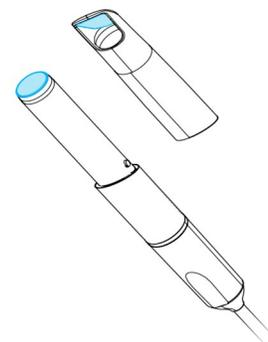

図 8: ハンドピースとスリーブの光学部の清掃
2. ハンドピーススリーブの光学部をアルコールに浸した綿棒で清掃します (を参照 図 8: ハンドピースとスリーブの光学部の清掃, p. 34)。
3. ハンドピース (スリーブなし) の光学部をアルコールに浸した綿棒で清掃します (を参照 図 8: ハンドピースとスリーブの光学部の清掃, p. 34)。